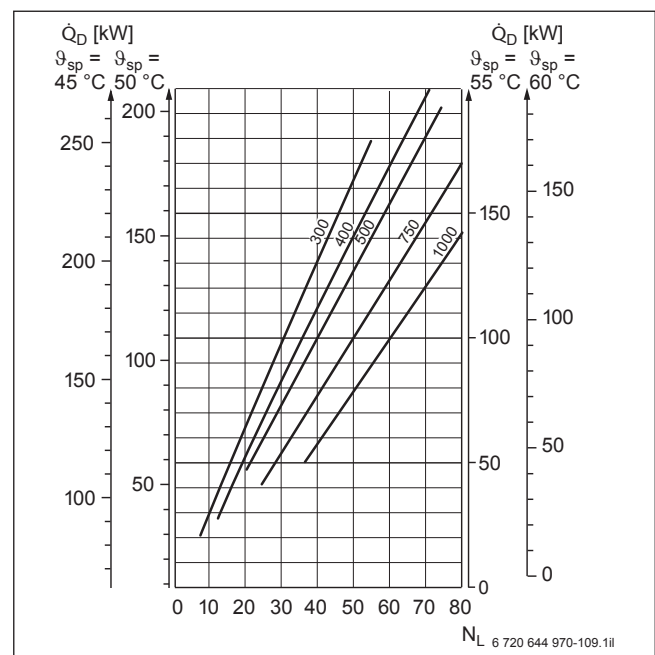

Bild 120 Speicherladesystem mit Logalux SF300/5 ... SF1000.5 bei durchlaufender Schichtladepumpe
- **Durchlaufende** Schichtladepumpe → Bild 120 und Bild 122, z. B. bei Anschluss einer bauseitig zu stellenden Schaltuhr